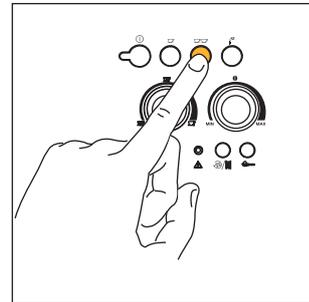

Abb. 13
- 5) Zur Zubereitung eines Kaffees die Taste  (Abb. 12) drücken. Zur Zubereitung von 2 Kaffees die Taste  drücken (Abb. 13). Nun beginnt die Kaffeemaschine, die Kaffeebohnen zu mahlen, es erfolgt ein kurzes Vorbrühen und schließlich die Kaffeeausgabe in die Tasse. Sobald die voreingestellte Kaffeemenge ausgegeben worden ist, unterbricht die Kaffeemaschine automatisch die Ausgabe und wirft den Kaffeesatz in den Kaffeesatzbehälter.